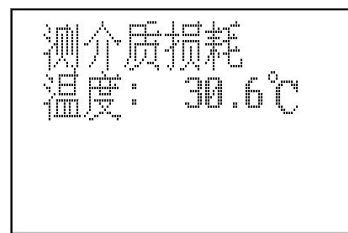

图 11
将电极杯用待测油样清洗干净后按提示向电极杯中注入待测油样 40mL，按《确认》键进入介损测试界面如图 11。
1) 升温：进入如图 11 界面后，仪器开始升温，并实时显示温度，直到预定值后开始升压；如果无需升至预定值则随时根据实际情况按《确认》键转入升压状态。